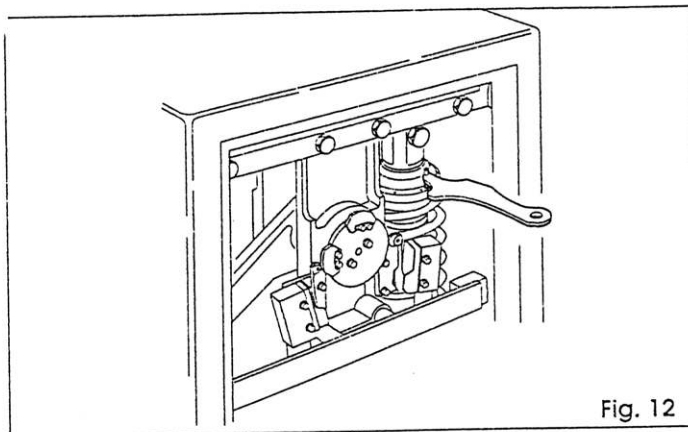

Fig. 12
- 2) regulować pierścieniem wstępnego naprężenia jak na rys. 12 odpowiednim kluczem. Bariera jest zrównoważona gdy utrzymuje się nieruchomo w położeniach 0° i 90° . Jeżeli bariera opada należy kręcić pierścieniem w kierunku zegarowym, jeżeli natomiast podnosi się, kręcić w kierunku przeciwnym.